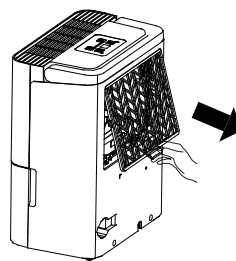

Fig. 10
- Segure a aba no filtro e puxe-a para cima, depois retire-a conforme exemplificado na Fig.10.